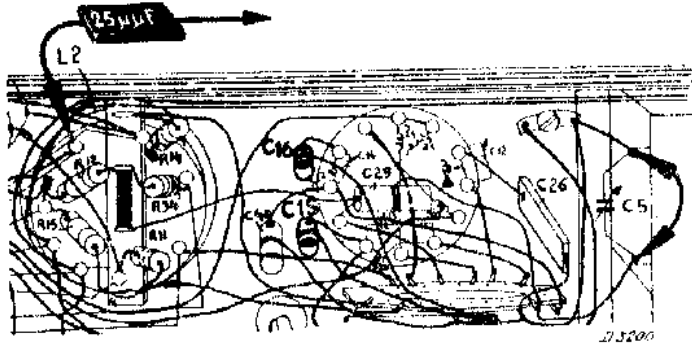

Fig. 5
7. Hulpapparaat aansluiten aan de anode van L2 via een condensator van 25  $\mu$ F. (fig. 5). (Of GM 2404 direct aan anode van L2). Outputindicator aansluiten achter het hulpapparaat.
8. Oscillator kortsluiten door een draadje parallel aan C5 te schakelen (fig. 5).
13. C15 trimmen op maximale output. (fig. 5).
7. Oscillator kortsluiten door een draadje parallel aan C5 te schakelen (fig. 5).
11. C16 trimmen op maximale output. (fig. 5).